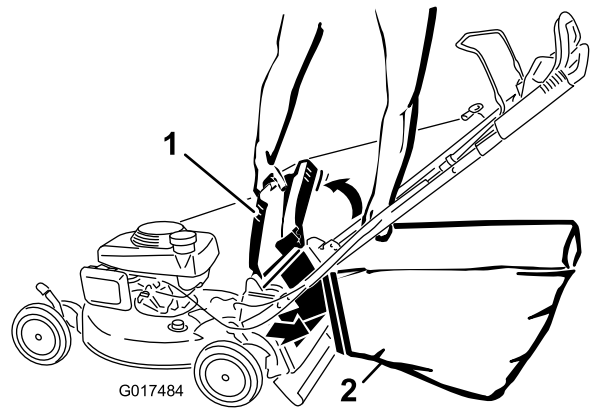

Figura 21
4. Cuelgue el extremo superior delantero de la bolsa de las muescas (Figura 21).